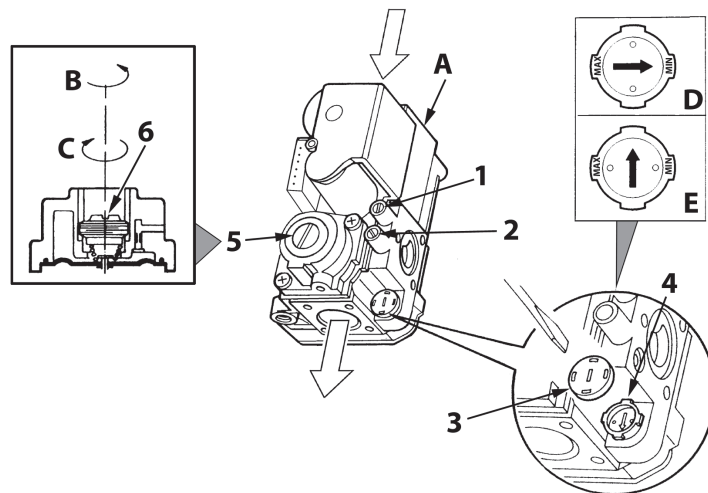

рис. 19 - Регулирование давления
На котле PEGASUS D K 130 можно регулировать тепловую производительность топки и, следовательно, тепловую мощность, передаваемую воде системы отопления; это делается исключительно путем регулировки основной горелки с помощью газового вентиля (см. рис. 19). На графиках, приведенных в параграфе сар. 5.2, показано изменение передаваемой воде тепловой мощности в зависимости от изменения рабочего давления горелки. Возможность приведения мощности котла в соответствие с реальными потребностями отопления означает, прежде всего, снижение потерь и экономию топлива. Кроме того, при регулировке мощности, регламентированной также стандартом, котлы сохраняют значения КПД и характеристики сгорания почти без изменений.
1. С помощью небольшой отвертки снимите защитный колпак 5 вторичного привода газового вентиля рис. 19.
2. Подключите манометр к клемме давления 2 (рис. 19), расположенной после газового вентиля, затем переведите ручку термостата котла на максимум.
3. Регулируйте давление с помощью винта 6 (рис. 19) на желаемое значение, руководствуясь диаграммами, приведенными в параграфе сар. 5.2.
2. Снимите с газового вентиля маленький защитный колпачок 3 (рис. 19). С помощью маленькой отвертки регулируйте "СТУПЕНЬ" розжига на основании выбранного для работы газа (G20-G25 положение D рис. 19, или G30-G31 положение E рис. 19); затем установите на место колпачок.
- Спустите воздух из газопроводных труб через штуцер отбора давления 1 газового вентиля (рис. 19).